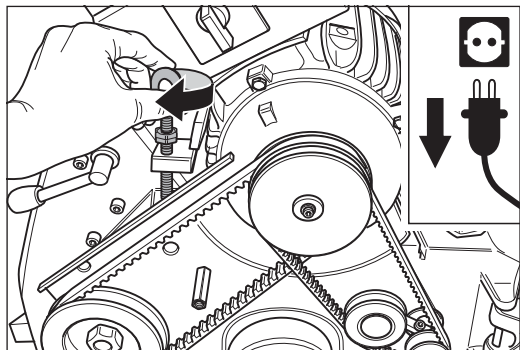

Abb. 34 Die beiden Keilriemen auflegen und mit der Spannschraube am Motor spannen.
- 7 Legen Sie die Keilriemen auf die Keilriemenscheiben auf und drehen Sie die Spannschraube am Motor im Uhrzeigersinn (Abb. 34). Dadurch werden die Keilriemen gespannt.